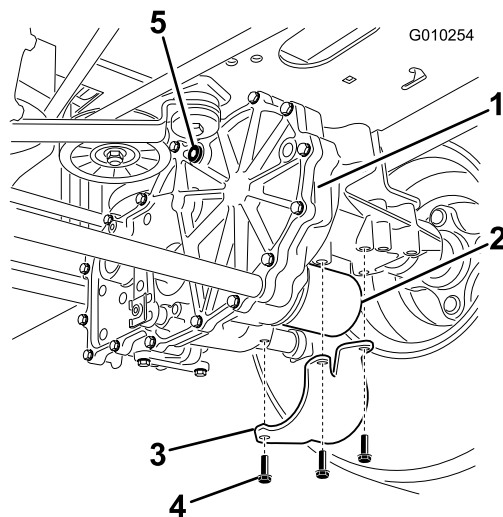

Figura 58
2. Localize o filtro e resguardos em cada sistema de transmissão (Figura 58). Remova os três parafusos que prendem o resguardo do filtro e resguardo.